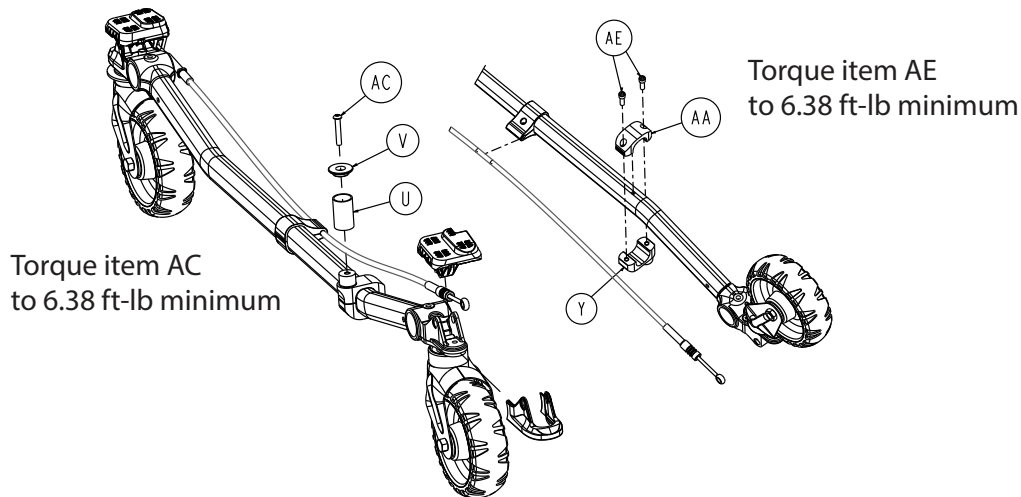

Figure 40 – Composants du montant de retenue de la civière
5. À l'aide d'une clé Torx T30, retirer les deux vis d'assemblage à six pans creux (AE) qui fixent le montant de retenue de la civière au tube de la base (Figure 40). Mettre de côté les vis et le montant de retenue de la civière.
7. À l'aide d'une clé dynamométrique, serrer les six vis d'assemblage à six pans creux (AE) à 6,38 pi-lb (8,65 Nm) (minimum).
8. Insérer la vis d'assemblage à tête ronde (AC) dans le capuchon du montant de retenue (V) et le corps du montant (U), puis dans le support de broche supérieur (AA).
9. À l'aide d'une clé Torx T27, serrer la vis d'assemblage à tête ronde pour fixer le capuchon du montant de retenue et le corps du montant de retenue au support inférieur (Y).